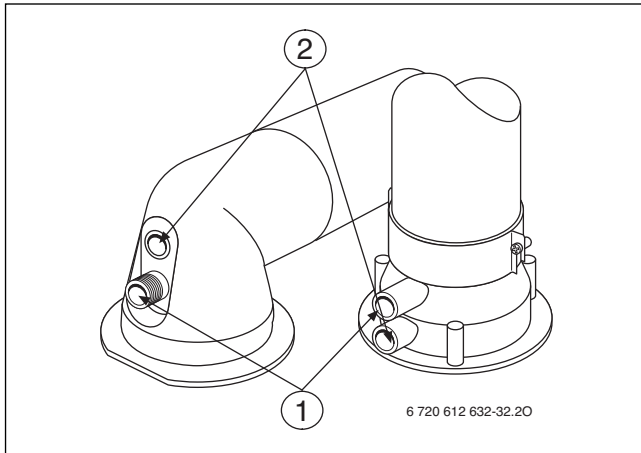

Fig. 33 Punto (manicotto) di misurazione
- ▶ Rimuovere il tappo sul manicotto di misurazione dell'aria comburente (→ fig. 33, [2]).